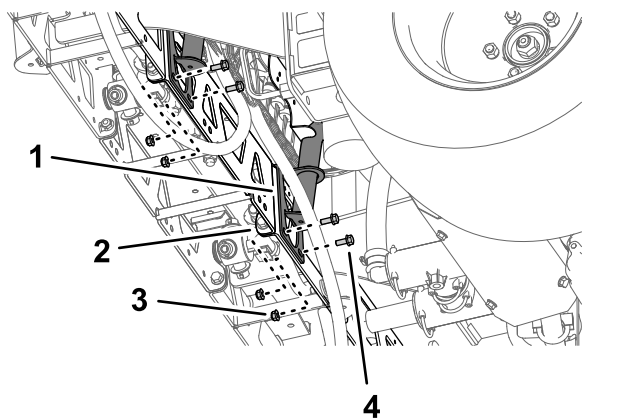
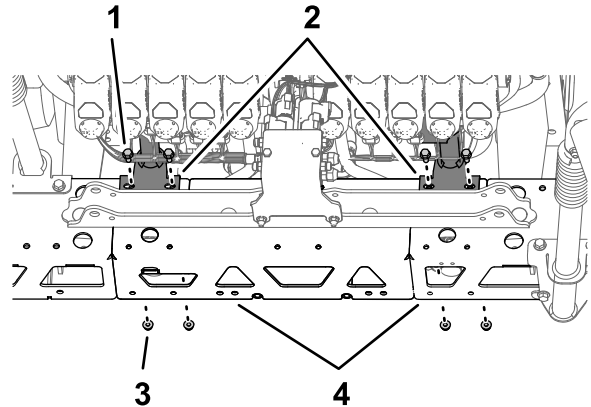

Figure 108
Figure 109
2. Placez les trous de la patte de montage du support de vannes en face des trous dans le cadre en treillis de la section de pulvérisation centrale (Figure 108).
3. Montez le support de vannes sur le cadre en treillis (Figure 108 et Figure 109) à l'aide de 4 boulons (5/16 x 3/4") et de 4 contre-écrous à embase (5/16").